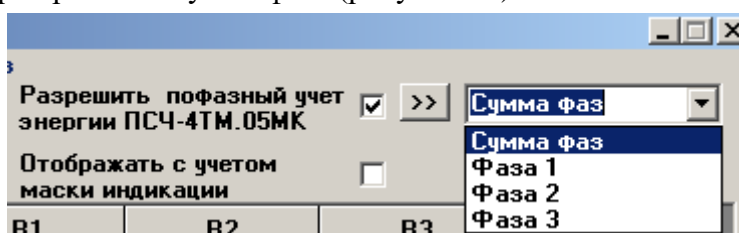

Рисунок 13 – Список окна числа фаз учета
13.5 Для ведения пофазного не тарифицированного учета энергии необходимо установить и записать флаг «Разрешить пофазный учет энергии ПСЧ-4ТМ.05МКТ» на поле формы «Расширенные массивы энергии» (рисунок 12). Запись возможна только на втором уровне доступа. После чего окно выбора числа фаз становится активным. Для просмотра архивов учтенной энергии в списке окна числа фаз следует выбрать (рисунок 13):